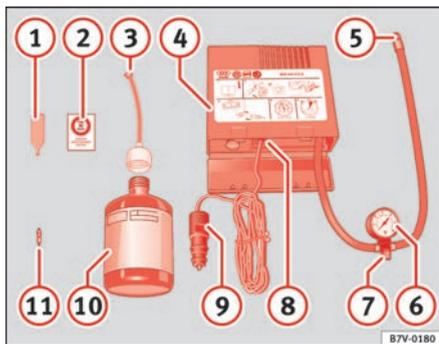

Fig. 155 Contenido kit antipinchazos
- Enrosque el tubo de inflado ⇒ fig. 155 ⑤ en la válvula.
- Cerciórese de que el tornillo de evacuación de aire ⑦ está enroscado.
- Acople el conector ⑨ a una toma de corriente de 12 voltios del vehículo.
- Conecte el compresor mediante el interruptor ON/OFF ⑧ durante 6 minutos como máximo .